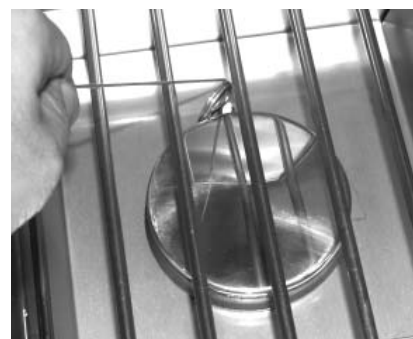

Fig. 16-2 - Éclairage manuel
**ATTENTION:** Attendez toujours cinq (5) minutes le gaz pour se dégager après que n'importe quelle tentative non réussie d'éclairage.
2. Insérez un allumeur brûlant de butane de long-baril, une allumette brûlante de long-tige, ou une allumette brûlante tenue par un support de prolongation de fil par la grille à cuire s'ouvrant au brûleur (fig. 16-2). Tenez la flamme contre le bord du brûleur.
4. Si le brûleur ne se allume pas dans les cinq (5) secondes de tourner le bouton de commande, enfoncez immédiatement le bouton et tournez la valve à AU LOIN. ATTENDEZ CINQ (5) MINUTES avant de répéter les étapes 2 à 4 des instructions manuelles d'éclairage.